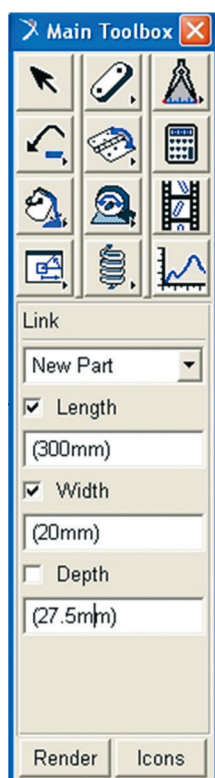

Figura 2.20 – Tela para criação do *link* que representará o fio do pêndulo simples.
- Dentre as opções mostradas, escolha o ícone  (*Rigid Body: Link*). Ao escolher essa geometria, serão mostradas, na parte inferior do menu *Main Toolbox*, as opções de construção da peça, ou seja, *Length* (comprimento), *Width* (largura) e *Depth* (profundidade). Nelas, deverão ser colocadas as dimensões do *link*. Para acioná-las, deve-se marcá-las com um *tick* e preencher com os valores escolhidos, conforme a Figura 2.20.